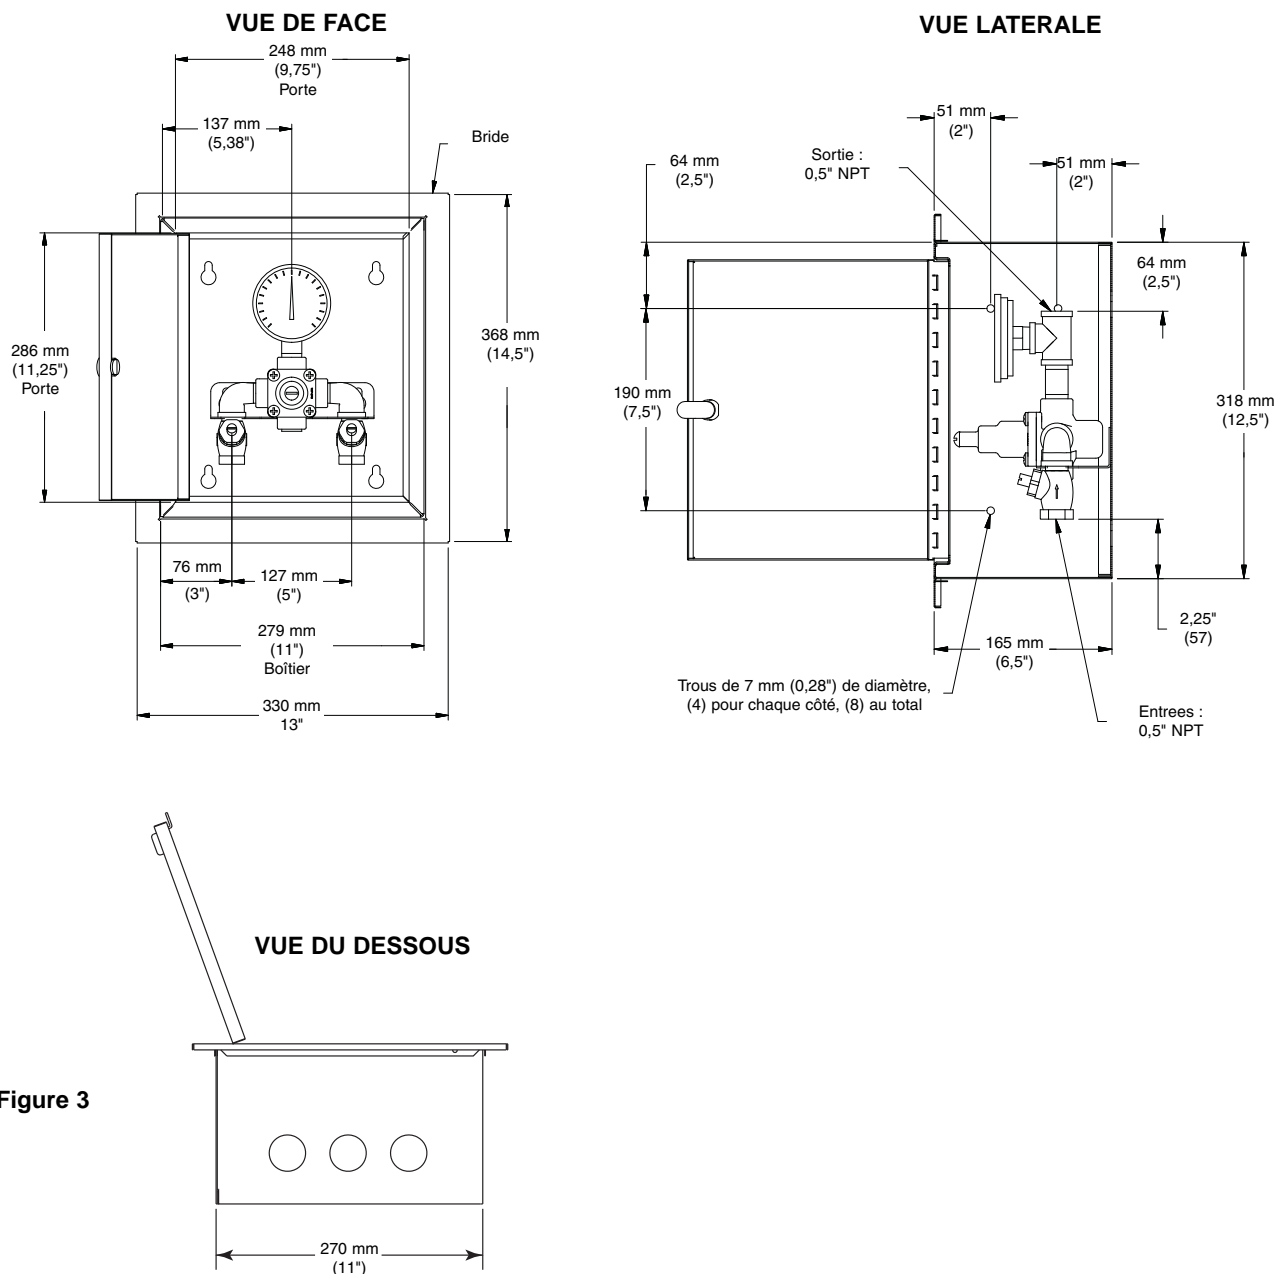

Figure 3
1. Pratiquer une ouverture initiale de 29 cm W x 33 cm H (11,5" x 13") dans le mur, pour y fixer le cabinet (voir Figure 3).
2. Mesurer et marquer l'emplacement des trous pour le montage, selon les dimensions indiquées à la Figure 3. Si nécessaire, installer quatre ancrages muraux de 1/4" (fournis par l'installateur).